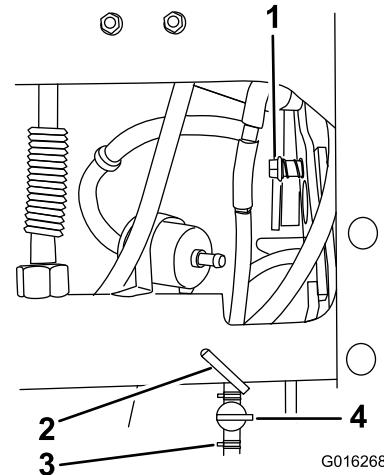

図 3
4. エンジン側にあるシャットオフバルブからホースとクランプを外し、ケーブルタイを切断する（図 3）。
7. デッキの昇降ハンドル部についている圧縮スプリングとショルダーボルトを外す（図 3）。